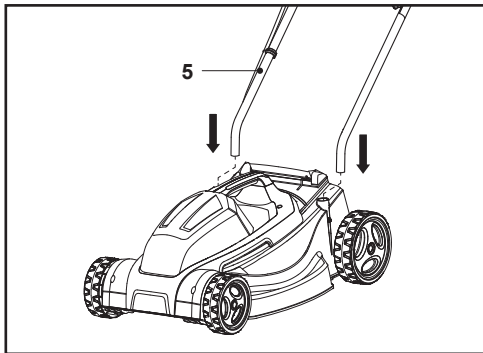
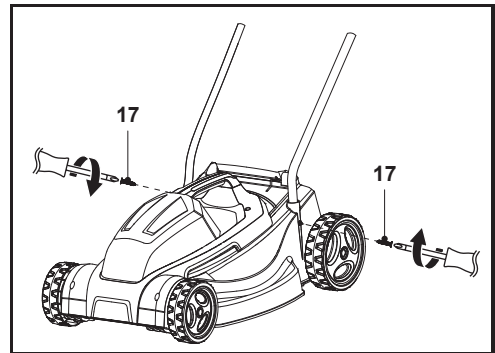

Fig. 1
Fig. 2
1. Insérer le guidon inférieur (5) dans les encoches du carter de la tondeuse à gazon (Fig. 1). Fixer le guidon à l'aide des vis de blocage (17) (Fig. 2).